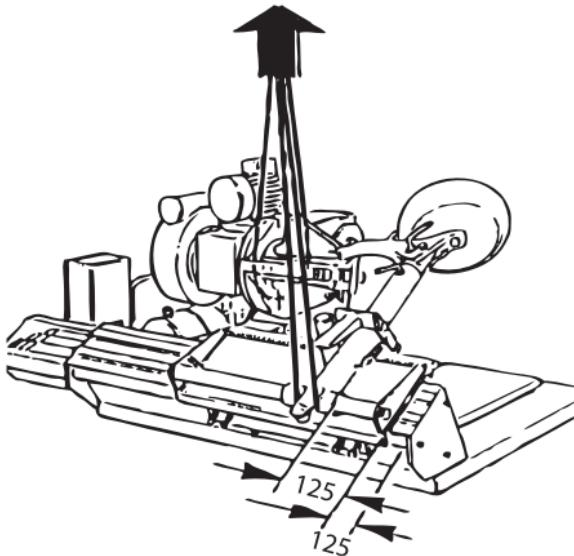

Рисунок 9 – Транспортирование
- Строповать при помощи соответствующих тросов длиной 1,5-2 метра, в точках, указанных на (рис. 9).